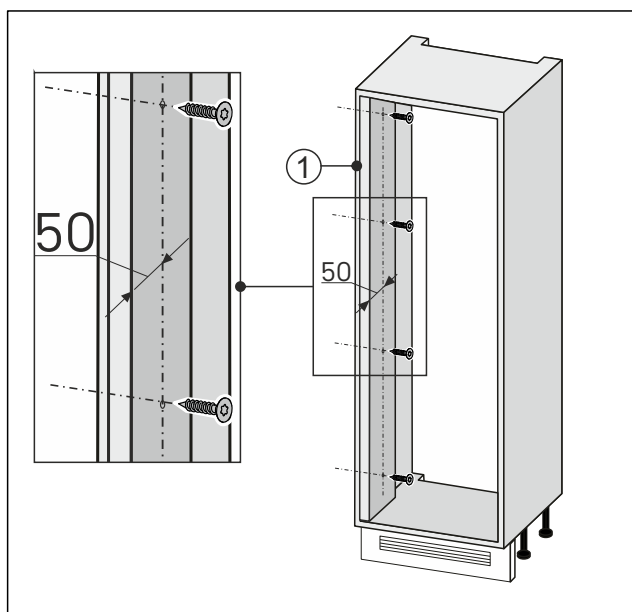

Fig. 90
- Pričvrstite zidnu ispunu vijcima na udubinu za namještaj na strani otvaranja vrata Fig. 90 (1).